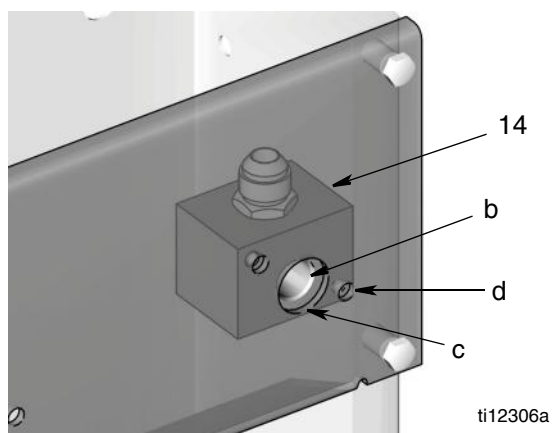
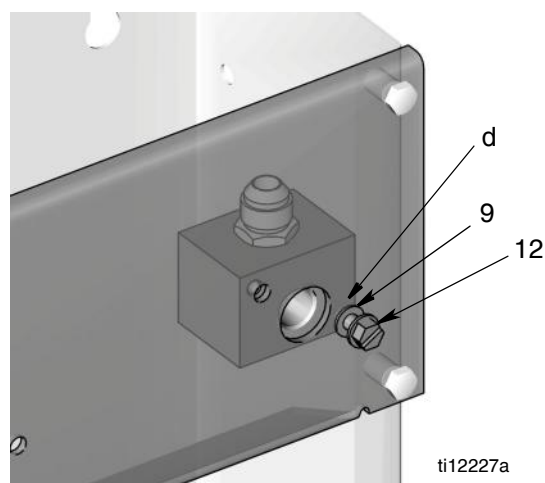

Рис. 12
Рис. 13
2. Установите распределитель (14) внутри м/р колонки таким образом, чтобы отверстие (b) спереди распределителя соотносилось с отверстием (c) на передней панели (107) (Рис. 12).
3. Закрутите только **нижний** передний винт (12), одев шайбу (9), в отверстие (d) так, чтобы не было жесткого соединения между распределителем и передней панелью. (См. Рис. 12 и Рис. 13.) **Не затягивайте плотно винт.** Поворачивайте до тех пор, пока резьба не станет удерживать распределитель.